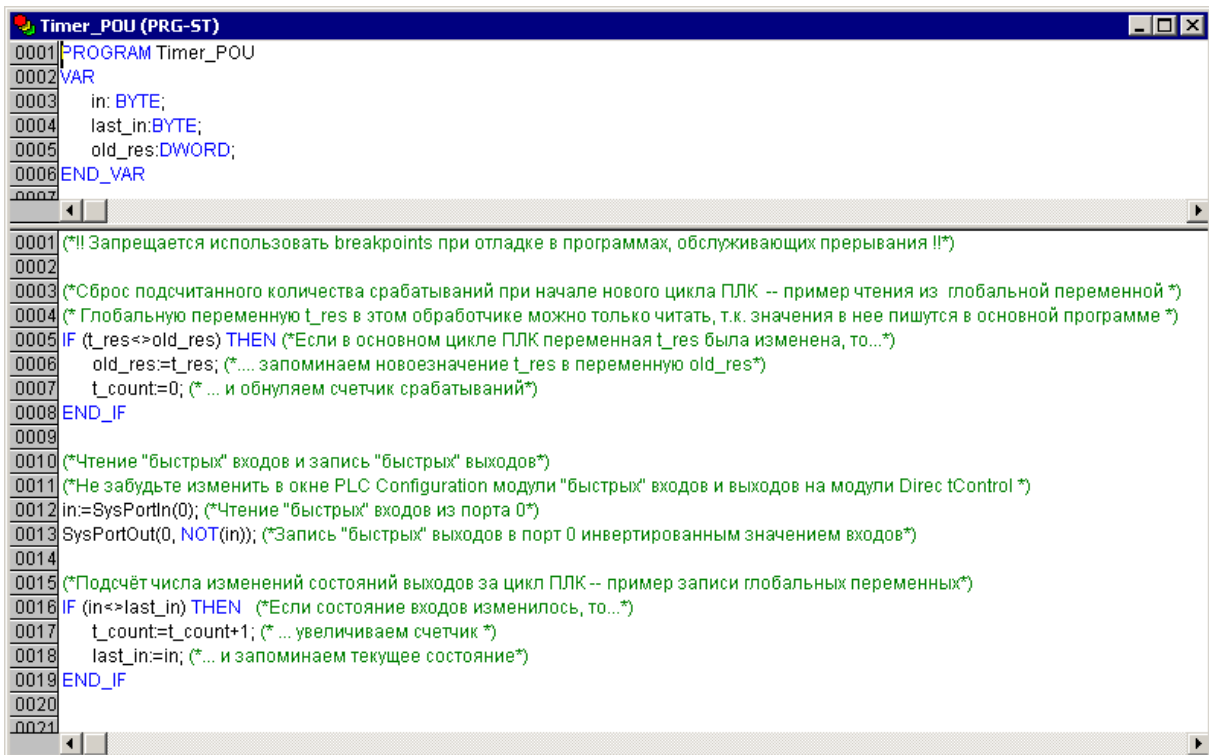

**Рисунок 9.3 – Окно режима «Конфигурация ПЛК (PLC Configuration)».**
- 6) Перевести «быстрых» дискретные входы и выходы в режим прямого управления (управления из POU). Это следует сделать в связи с тем, что т.к. прерывание таймера вызывается в несколько десятков раз чаще, чем происходит цикл ПЛК, то использовать в POU обработки прерываний таймера значения из области памяти ввода/вывода не имеет смысла. Для исключения ситуации, когда одним и тем же входом или выходом управляет POU обработки прерывания таймера и основная программа ПЛК, следует перевести «быстрые» входы и выходы в специальный режим: режим прямого управления (Direct Control mode). В этом режиме для «быстрых» входов и выходов не выделяется каналов в памяти ввода/вывода. Для перевода выходов в режим прямого управления необходимо перейти в режим «Конфигурация ПЛК (PLC Configuration)» и заменить модуль «Fast Discrete Outputs» на модуль «Fast Discrete Outputs – Direct Control» и модуль «Fast Discrete Inputs» – на модуль «Fast Discrete Inputs – Direct Control» (см. рисунок 9.3).